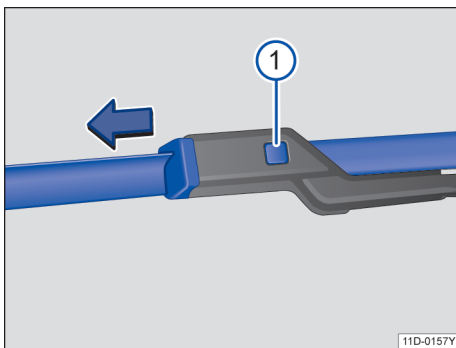

图 125 更换风窗刮水器刮水片
- 按住→图 125 分离按钮 ① 同时沿图示箭头方向拉出刮水片。